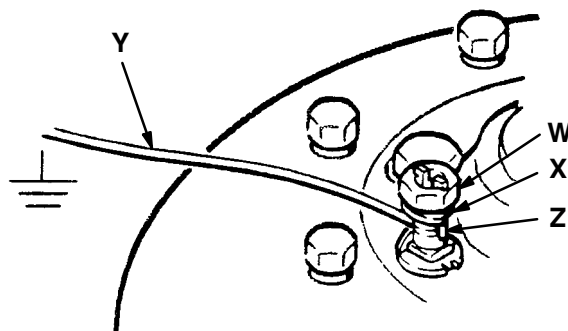

Fig 1
1. *Pumpe:* Bruk jordingskabel og -klemme, som vist på Fig. 1.
For å jorde pumpen: Skru løs jordingsmutteren (W) og skiven (X). Plasser den ene enden av en minimum 1,5 mm² (12 ga) jordingskabel (Y) inn i sporet (Z) og trekk mutteren godt til. Se Fig. 1. Forbind den andre enden av kabelen med en sikker jordforbindelse. Se side 14 for bestilling av jordingskabel og -klemme.